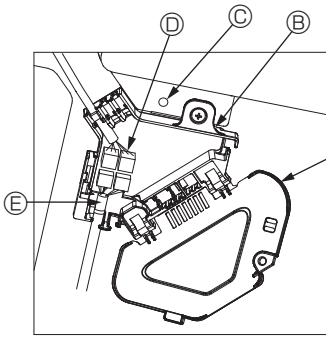

Fig. 10-8
- ① Αφαιρέστε τη μία βίδα που στερεώνει το κάλυμμα του πίνακα σύνδεσης και, στη συνέχεια, ανοίξτε το κάλυμμα.
- ② Συνδέστε σταθερά το συνδετήρα του σύρματος διακλάδωσης του μοτέρ πτερυγίων και το συνδετήρα του σύρματος μοτέρ πτερυγίων στον πίνακα σύνδεσης. (Fig. 10-8) Υπάρχουν δύο συνδετικά μοτέρ πτερυγίων: ένα μπλε συνδετικό και ένα πορτοκαλί συνδετικό. Βεβαιωθείτε ότι τα χρώματα των συνδετικών συμφωνούν κατά τη σύνδεσή τους.